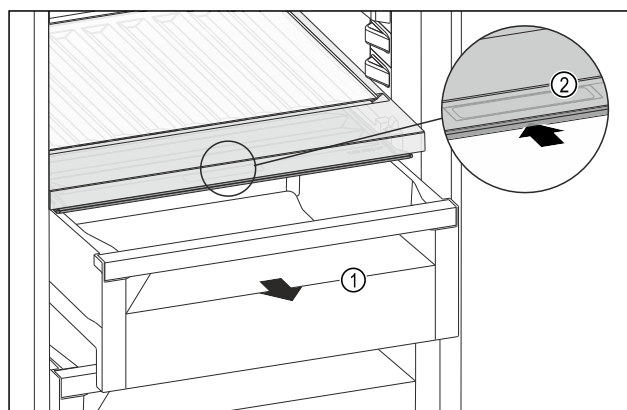

Fig. 149
- ▶ Izvucite ladicu Fig. 149 (1).
- ▶ Primite ručku Fig. 149 (2) na poklopcu pretinca i istodobno povucite poklopac pretinca prema natrag.